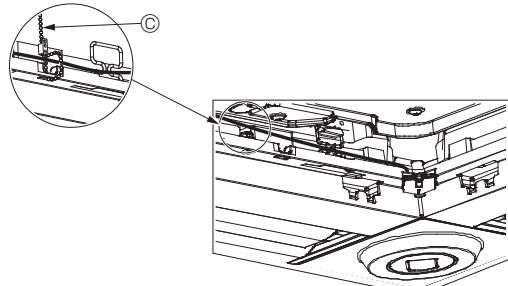

Fig. 10-12
- Sujete los cables del Sensor i-see y del receptor de señales en el panel con el remache de la forma mostrada en el diagrama procurando que queden tensos, y luego corte el sobrante en el extremo del remache. (Fig. 10-12)
- Si la posición del Sensor i-see ha cambiado de “○” (E) a “□” (F), cambie los ajustes de función. (Véase la página 13.)